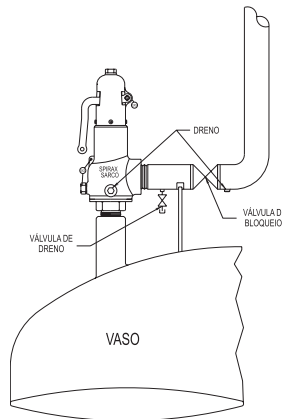

Figura 06
- Em aplicações, segundo o código **ASME Seção VIII**, poderá ser instalada na tubulação de saída da válvula, uma válvula de bloqueio de passagem plena e de **diâmetro nominal igual ou maior** que o diâmetro de saída da Válvula de Segurança, desde que observadas as recomendações da norma API RP 520 Parte 2, do código ASME Seção VIII UG135(d) e do Apêndice M deste código (**Figura 06**).